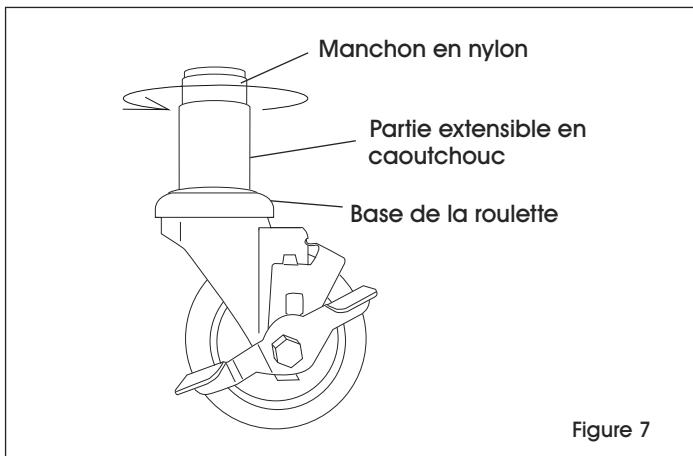

Figure 7
2. Tenez la base de la roulette et faites tourner le manchon en nylon dans le sens horaire. Ceci causera l'élargissement de la partie en caoutchouc. (Voir Figure 7)